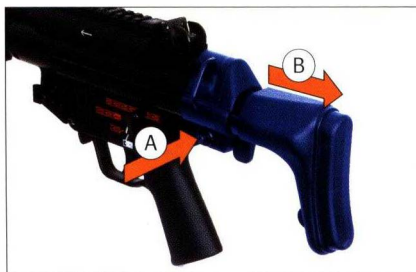

Abb. 49: Bodenstück entnehmen
2. Haltebolzen für Bodenstück eindrücken und herausziehen (Abb. 49).
3. Bodenstück und Schulterstütze nach hinten entnehmen (Abb. 49).